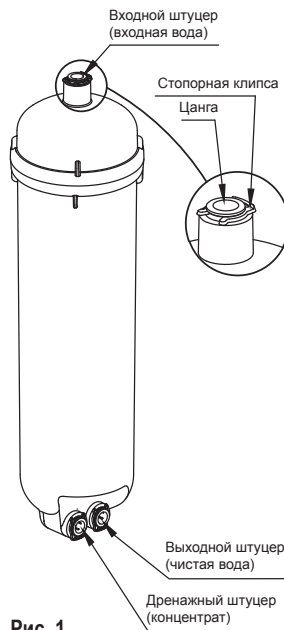

Рис. 1
- Подсоедините входной, выходной и дренажный штуцеры модуля (рис.1) трубками 3/8 к вашему водоочистителю согласно его паспорту. Смочите водой концы подсоединяемых трубок. Трубки должны зайти в цангу до упора, на глубину примерно 24 мм. Установите на все быстроразъемные соединения клипсы, вставив их под фланец цанги. Проверьте герметичность соединений и прочность закрепления трубок: при усилии 8–10 кгс они не должны выниматься.